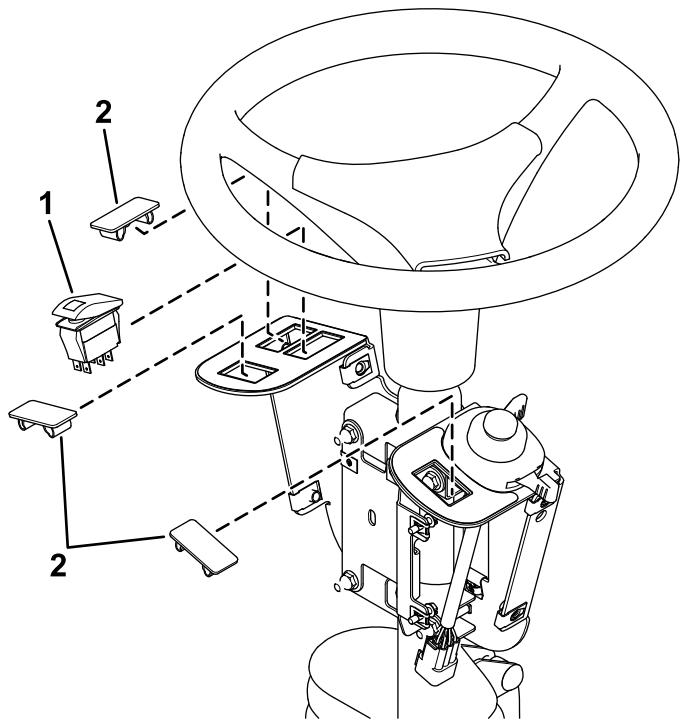

Figura 6
- Instale o interruptor oscilador e tampões do furo na montagem do interruptor (Figura 6).